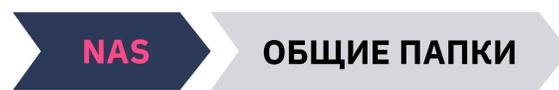

Рисунок 15 – Создание подключения типа NAS
- 2) Перейдите на страницу **«ОБЩИЕ ПАПКИ»** (рисунок 15)